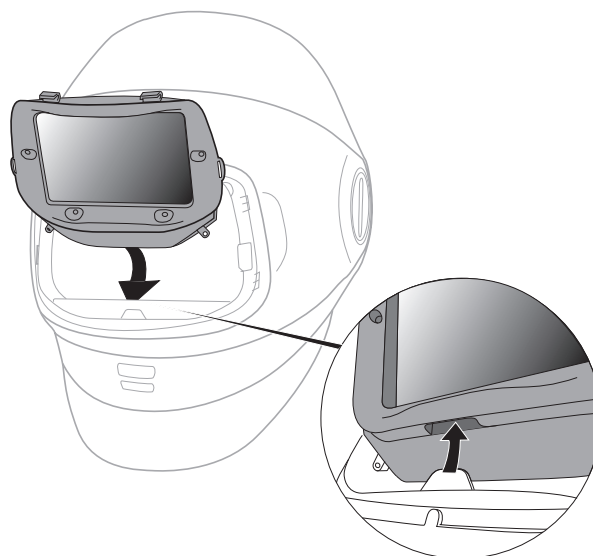

Fig. 21i
- f. Vuelve a colocar el filtro ADF en el protector externo para soldar colocando primero el filtro ADF en la lengüeta inferior, en el centro del protector externo (Fig. 21i).